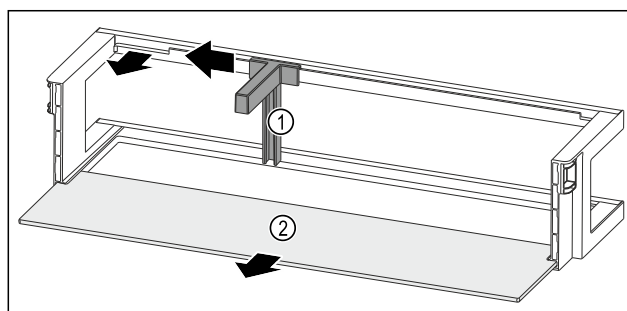

Fig. 118 Dveřní přihrádka s držákem lahví a odkládací plochou
- Držák lahví Fig. 118 (1) posuňte na stranu až k vybrání.
- Držák lahví Fig. 118 (1) odeberte.
- Odkládací plochu Fig. 118 (2) odeberte.